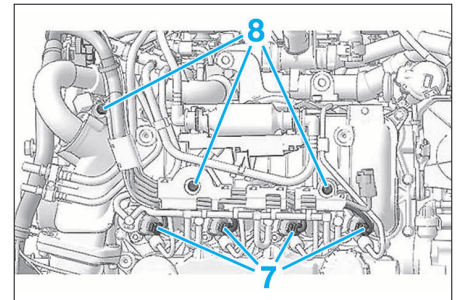

FIG. 60
- Débrancher les connecteurs des injecteurs (7) (Fig.60).
- Déposer les fixations (8) et les canalisations de retour injecteur.